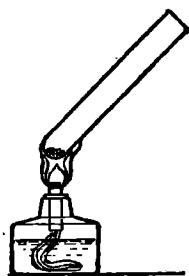

Рис. 11. Нагревание окиси ртути.
■ **Опыт 3.** В пробирке нагрейте немного (рис. 11) *окиси ртути*, держа пробирку наклонно, как на рис. 11. Нагревать нужно *сильно и долго* в самой жаркой части (в верхней трети) пламени. Опустите в пробирку тлеющую лучинку. Вы убеждаетесь, что в пробирке *кислород*. На холодных стенках пробирки вы видите капельки *ртути*. ■